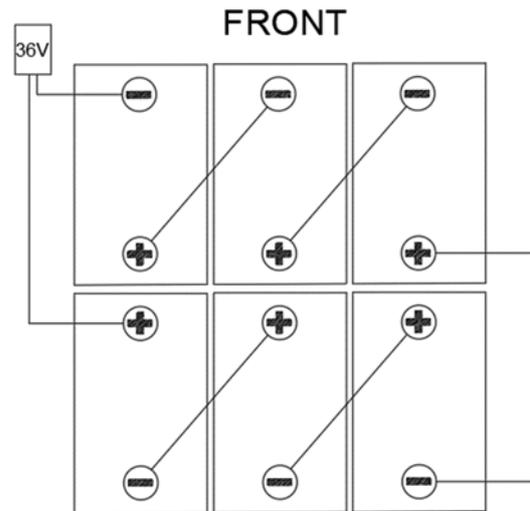

图 5
机器要求安装 6 个 6V 的电池，连接方法如图 5。
8. 按（图5）所示将电池连接线正确地连接并用螺丝锁紧在电池上。